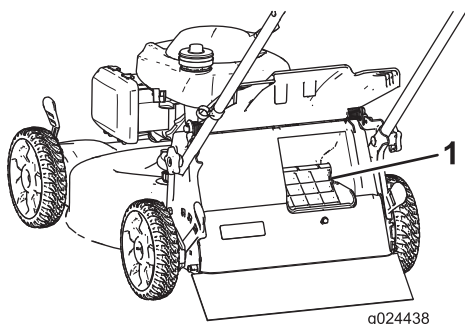

Figura 21
**Importante:** Para asegurar un funcionamiento correcto, retire cualquier recorte de hierba y otros residuos de la tapa de ensacado a demanda y del hueco adyacente (Figura 21) antes de mover la palanca de ensacado a demanda de una posición a la otra.